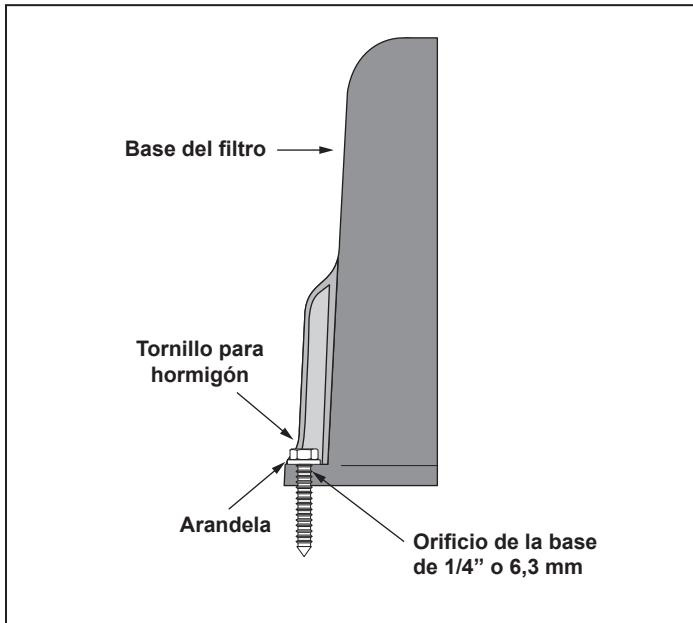

Figura 4. Instalación de los tornillos de anclaje
- Después de colocar el filtro, perfore un orificio en cada uno de los tres (3) orificios de la base del filtro. (Debe obtenerse una broca para hormigón del tamaño correcto cuando se adquieren los tornillos para hormigón). Los tornillos para hormigón deben satisfacer todos y cada uno de los requisitos de los códigos de construcción aplicables.
- Instale los tornillos y las arandelas para fijar el filtro en la base del equipo. Consulte la Figura 4. No apriete los tornillos en exceso.